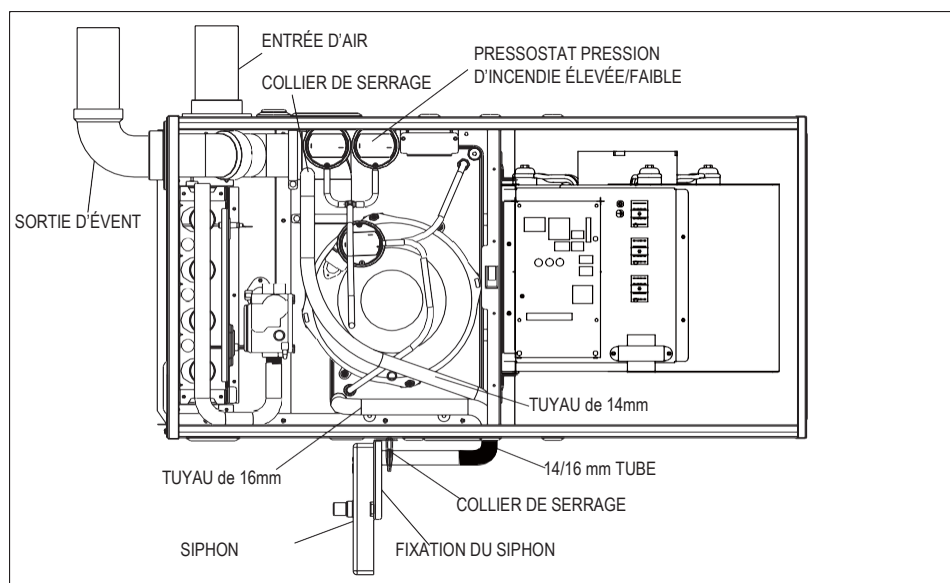

Fig. 14 - installation horizontale du côté gauche, ventilation par le panneau supérieur
**MISE EN GARDE : POUR UNE INSTALLATION HORIZONTALE À GAUCHE (ÉVACUATION DE L'AIR VERS LA GAUCHE), LES FLEXIBLES DU PRESSOSTAT DE TROP-PLEIN DE CONDENSATS DOIVENT ÊTRE RÉACHEMINÉS. (VOIR FIGURE 14& 15)**